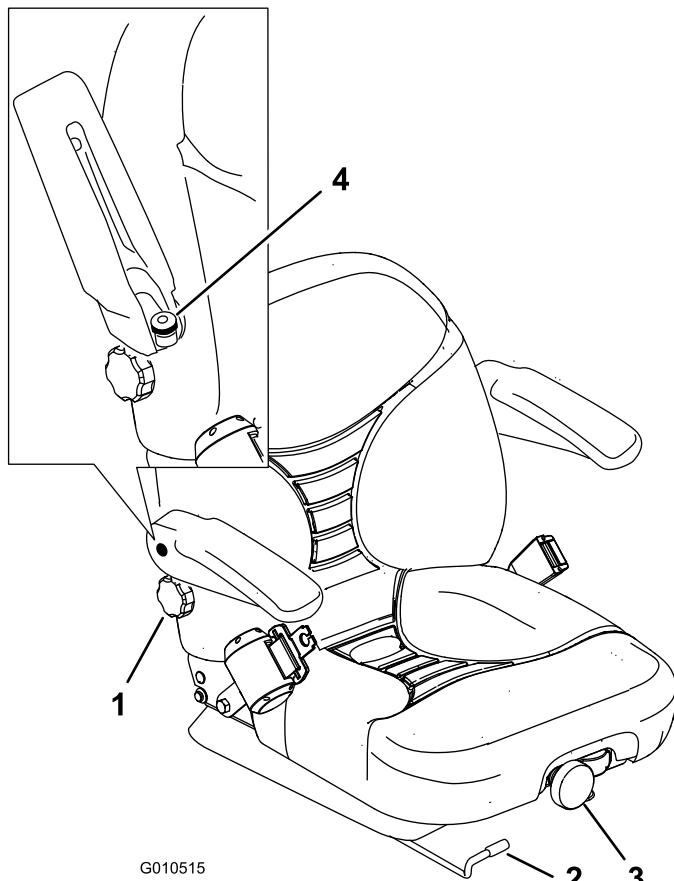

Figura 36
Para ajustarlos, levante los reposabrazos y gire el pomo en cualquier sentido hasta encontrar la posición más cómoda (Figura 36).
Para ajustarlo, gire el pomo situado debajo del reposabrazos derecho en cualquier sentido hasta encontrar la posición más cómoda (Figura 36).
1. Mueva la palanca lateralmente para desbloquear el asiento (Figura 36).
Para ajustarlo, gire el pomo situado en la parte delantera en cualquier sentido hasta encontrar la posición más cómoda (Figura 36).